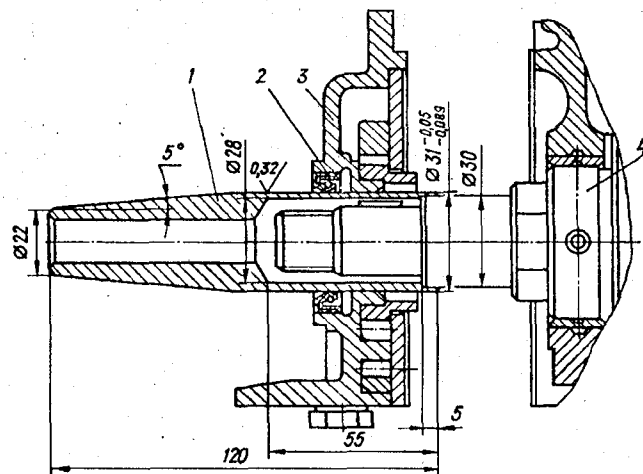

Рис. 2.55. Установка масляного насоса на носок коленчатого вала: 1 — оправка; 2 — манжета; 3 — масляный насос; 4 — коленчатый вал
- смазать рабочую кромку манжеты 2 (рис. 2.55) и оправку 1 смазкой типа Литол, надеть масляный насос на оправку 1;